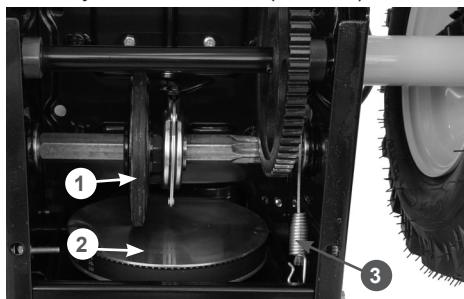

Рис. 10 Проверка регулировки троса включения хода
- нажмите рычаг включения хода. При полностью нажатом рычаге включения хода пружина 1 должна быть растянута на 0,5 - 1 см (Рис. 10);
- отпустите рычаг включения хода. Между резиновым фрикционным колесом 1 и ведущим диском 2 должен быть зазор не менее 1 мм (Рис. 10);